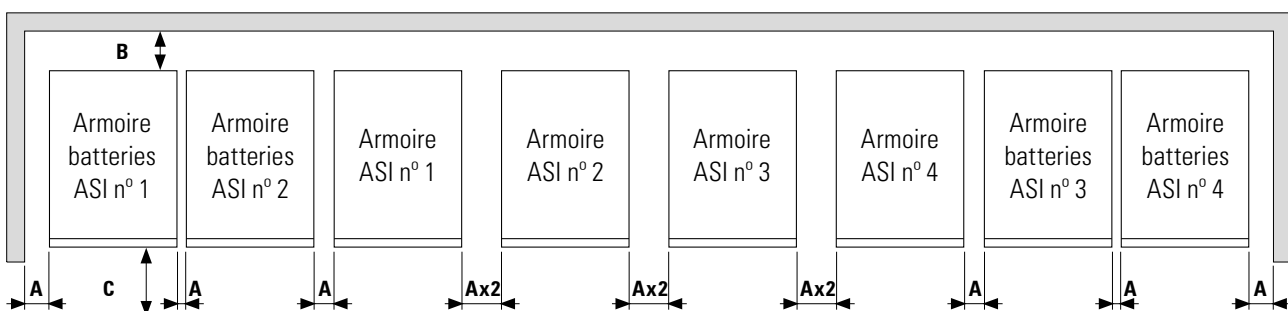

Fig. 30. Cotes minimales pour la ventilation d'un système onduleur version tour en parallèle.
- La Fig. 30 illustre un exemple de 4 équipements en parallèle avec leur armoire de batteries respective. Pour les systèmes ayant un nombre moindre d'unités, procéder selon chaque cas.